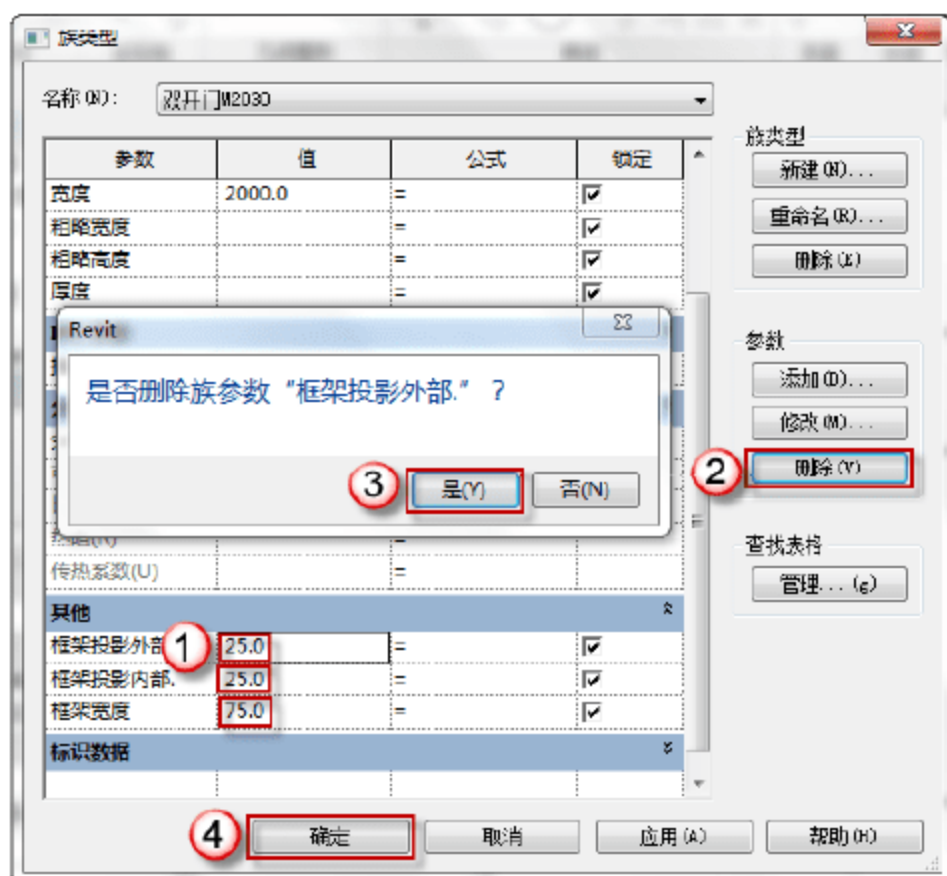

图 6.1.84 删除多余参数
(5) 删除多余参数。继续在“族类型”对话框中,单击“其他”栏的“框架投影外部”参数,单击对话框右侧“参数”下的“删除”按钮,弹出对话框,单击“是”按钮。重复上述步骤,将“框架投影内部”和“框架宽度”两个无效参数删除。最后单击“确定”按钮,结束“族类型”编辑,如图 6.1.84 所示。